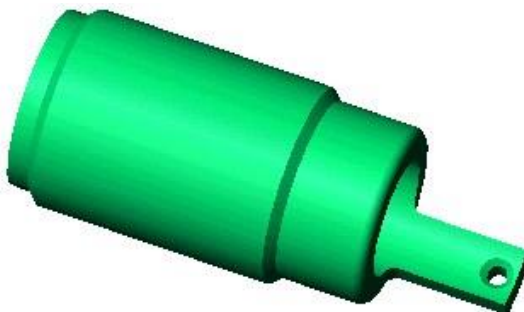

Рис. 2.1. Корпус
**Цель работы:** ознакомиться с приемами создания объемной модели с применением операций вытяжки на примере моделирования корпуса (рис. 2.1).